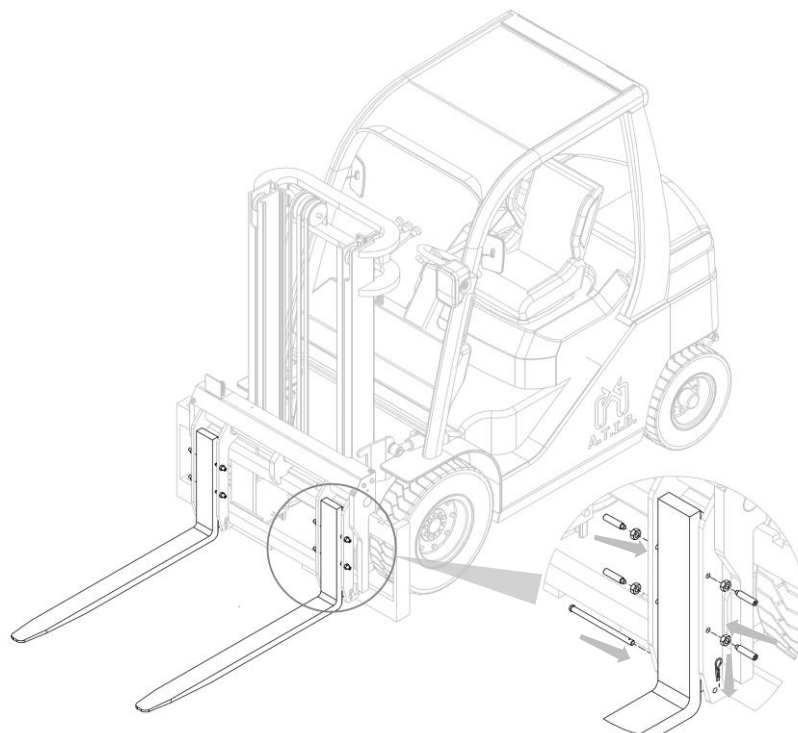

Figura 10
2. Inserire le forche, riavvitare i fermi forca posti sul lato del fodero e riposizionare i perni inferiori (vedi Punto Fissaggio Forche) di fissaggio delle forche (vedi Figura 10).